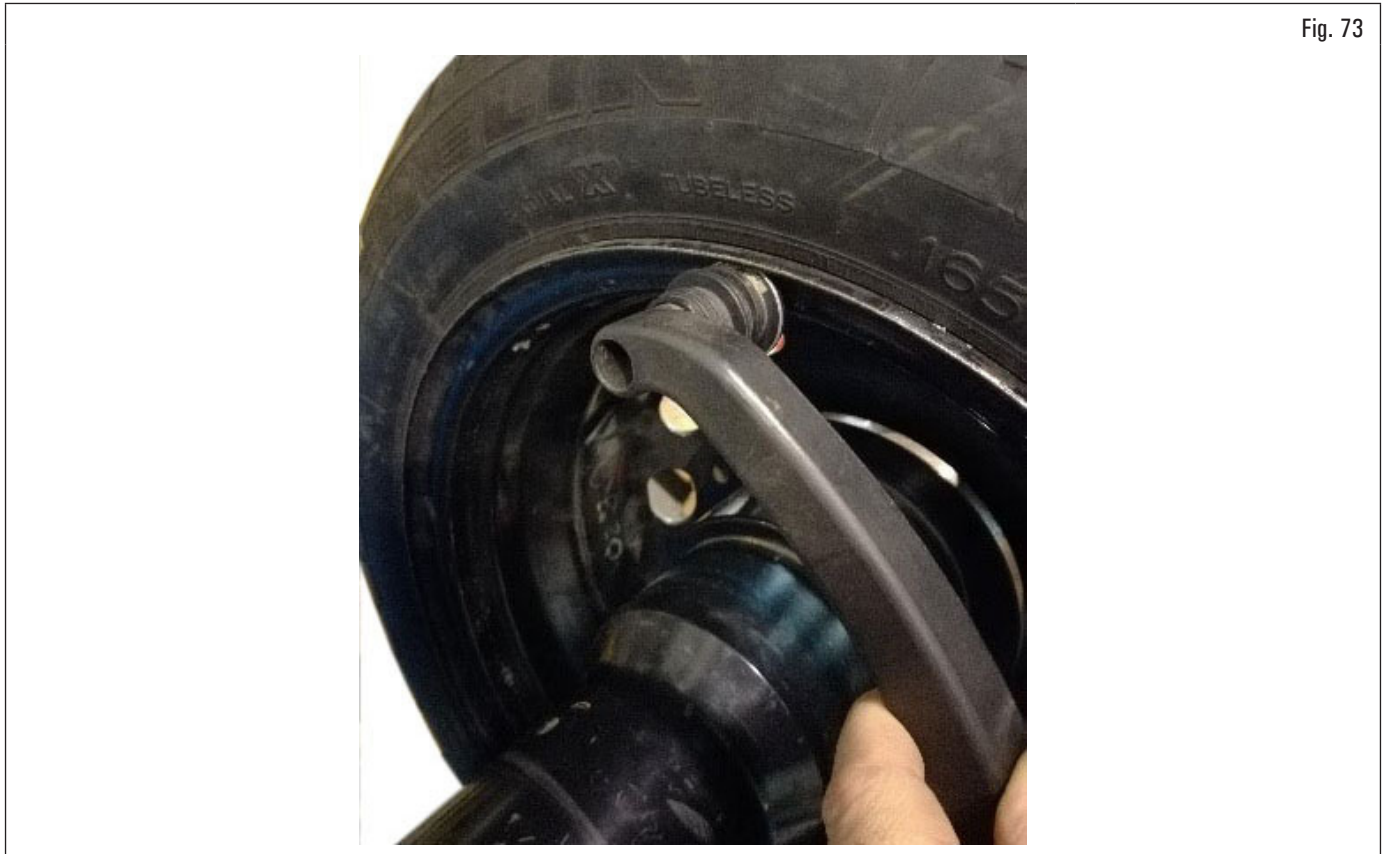

Fig. 73
Portare l'asta automatica contro il bordo interno del cerchio (Fig. 73) in posizione di misura e mantenere la posizione per alcuni secondi, l'indicazione di misura acquisita è data dalla visualizzazione del valore rilevato (modalità statica) (vedi Fig. 74).
- Per effettuare una misura per modalità ALU-S e STATIC: estrarre l'asta automatica e raggiungere la posizione da memorizzare (vedi es. Fig. 73), mantenerla per alcuni secondi, l'indicazione di misura acquisita per il primo punto è data dalla visualizzazione del diametro su cui sarà da applicare il peso (modalità statica, Fig. 79). Senza riportare il calibro in posizione iniziale, estrarre ulteriormente l'asta automatica e raggiungere la posizione da memorizzare per il secondo punto. Restare fermi per alcuni secondi, l'indicazione di misura acquisita per il secondo punto è data dalla visualizzazione dei valori rilevati di applicazione di entrambi i pesi (vedi Fig. 80). In questo caso, la larghezza (la distanza in cui si posizionano i pesi) viene memorizzata automaticamente, misura che può essere modificata manualmente (vedi paragrafo 8.4.1.3 "Impostazione manuale delle dimensioni ruota (per i modelli con gruppo calibro distanza-diametro automatico)").